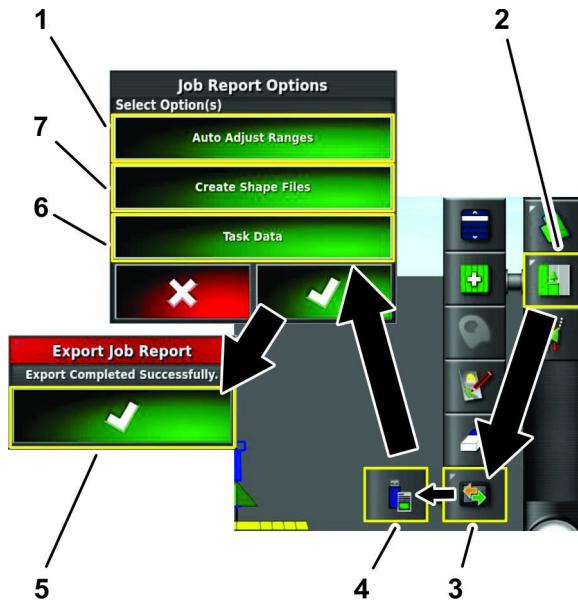

图 29
1. 按“作业菜单”图标图 29。
2. 按数据交换菜单图标图 29。
3. 按导出作业报告至 USB 图标图 29。
5. 按创建形状文件图标图 29。
6. 在作业报告选项对话框中按确认图标图 29。
7. 在导出作业报告对话框中按确认图标图 29。